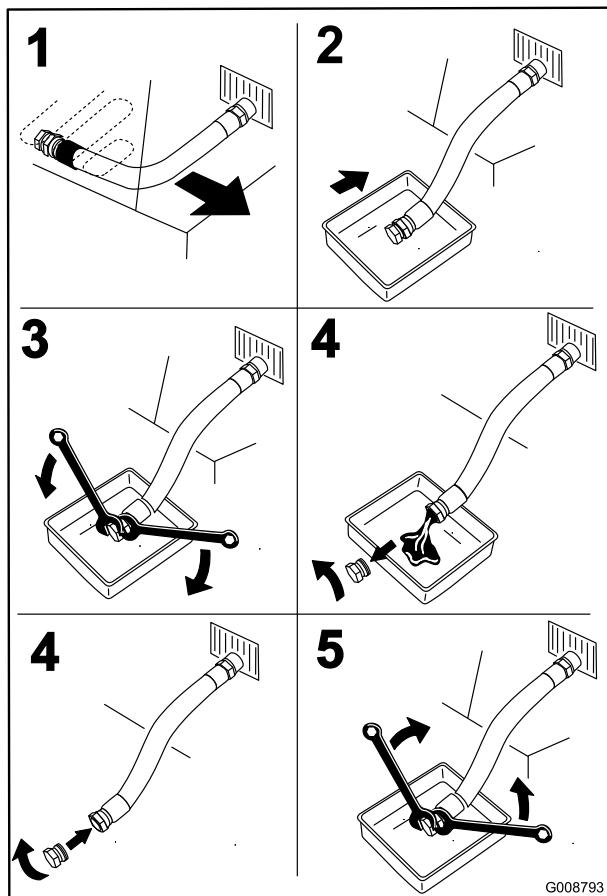

Figura 49
4. Pare el motor, retire la llave y espere a que se detengan todas las piezas en movimiento antes de abandonar el puesto del operador (Figura 49).